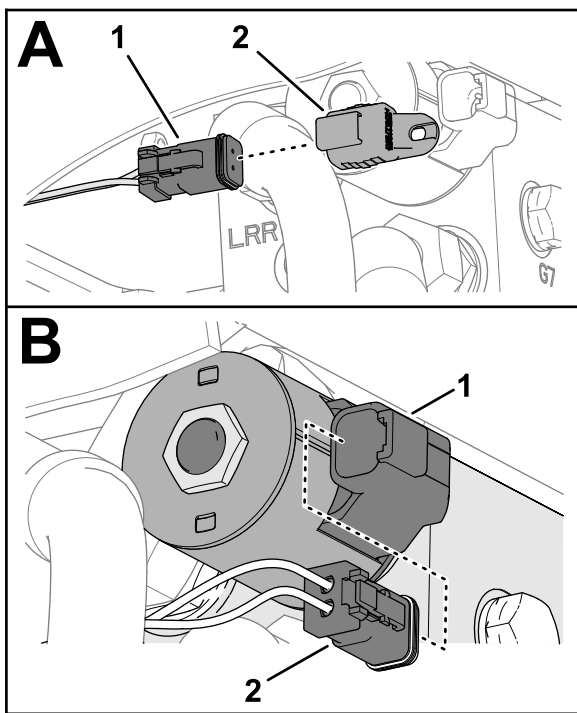

Bild 6
6. Entfernen Sie die Kappe vom 2-poligen Stecker des mit REVERSE SOLENOID [Magnetventil Rückwärtsgang] gekennzeichneten Maschinenkabelbaums (Bild 6).
7. Stecken Sie den 2-poligen Stecker REVERSE SOLENOID [Magnetventil Rückwärtsgang] in den 2-poligen Stecker der Spule (Bild 6).